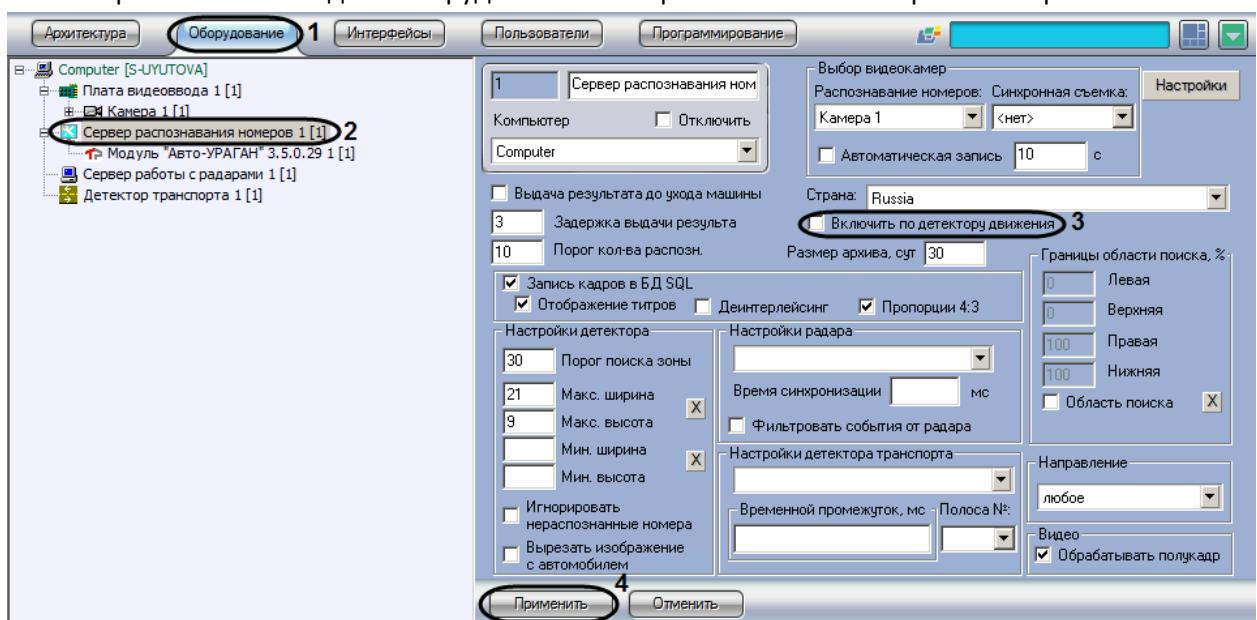

Рис. 7.2—18. Настройка совместной работы Сервера распознавания номеров и детектора движения ПК «Интеллект»
1. В диалоговом окне «Настройка системы» перейти на вкладку «Оборудование» (см. Рис. 7.2—18, 1).
2. В дереве объектов на вкладке «Оборудование» выбрать объект «Сервер распознавания номеров», соответствующий активированному программному модулю «Авто-УРАГАН 3.5.0.29», «CARMEN-паркинг», «CARMEN-Авто», «ACCR» или «VIT» (см. раздел «Активация программного модуля, используемого для распознавания номеров», Рис. 7.2—18, 2). В правой части вкладки «Оборудование» отобразится панель настройки выбранного объекта
3. Установить флагок «Включить по детектору движения» для активации функции совместной работы Сервера распознавания номеров и детектора движения ПК «Интеллект» (см. Рис. 7.2—18, 3).
4. Нажать кнопку «Применить» (см. Рис. 7.2—18, 4).